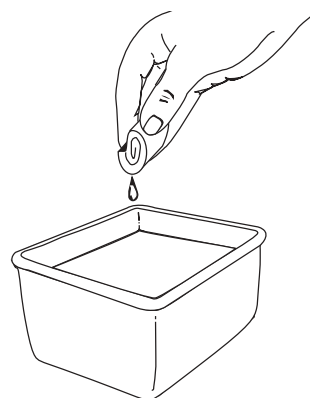

Fig. 23
3. Lave el filtro con agua y detergente (Fig. 23). Enjuáguelo cuidadosamente y escurra el agua. Déjelo secar por completo.